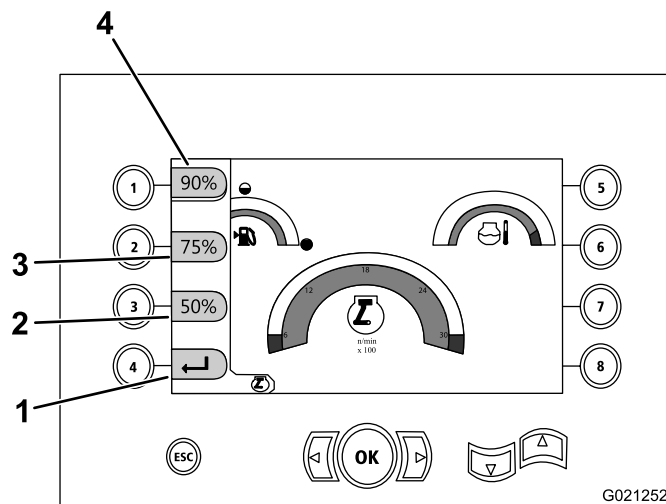

Figura 19
- Pressione o botão nº 1 para ajustar em 90% o giro do motor (RPM) como mostrado na Figura 19.
- Pressione o botão nº 2 para ajustar em 75% o giro do motor (RPM) como mostrado na Figura 19.
- Pressione o botão nº 3 para ajustar em 50% o giro do motor (RPM) como mostrado na Figura 19.
- Pressione o botão nº 4 para retornar à tela principal de operação (Figura 19).